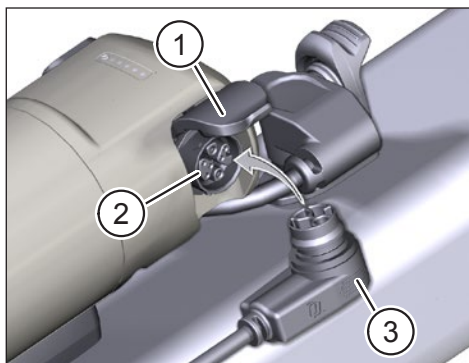

Fig. 9: Range Extender ricarica
- Apra il coperchio (Pos. 1 in Fig. 9) sulla porta di ricarica del Range Extender.
- ▶ Verifichi che i terminali della porta di ricarica (Pos. 2 in Fig. 9) siano privi di sporcizia e li pulisca se necessario.
- ▶ Inserisca la spina di ricarica (Pos. 3 in Fig. 9) del caricatore nella porta di ricarica di Range Extender.